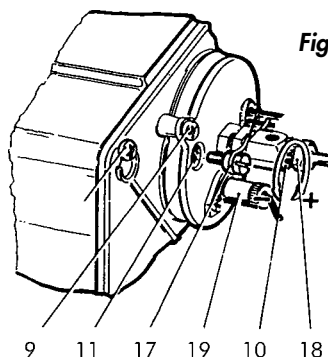

Fig. 8
- Remettre en service en intervenant sur le bouton-poussoir (20).
- Régler la flamme en intervenant opportunément sur le réglage de l'air au moyen de la vis (13) et la frette correspondante (12), et sur celui du support du gicleur (10) au moyen de la vis (17) qui permet d'avancer ou de reculer le support.
- Nous conseillons d'avancer le support "+" dans le cas de débits élevés ou proches au débit maximum et de le reculer "-" dans le cas de débits réduits (voir fig. 8).